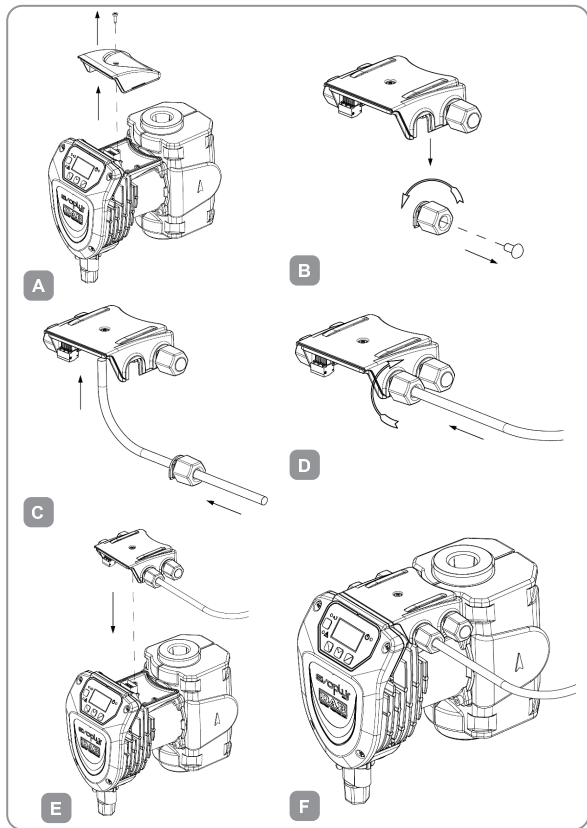

Figura 1
Pentru a instala modulul de expansiune urmați instrucțiunile de la Figura 1 *Procedura de instalare a modulilor de expansiune*:
- Îndepărtați acoperirea standard de pe EVOPLUS SMALL. Figura 1: [A]
- Utilizați una sau mai multe cleme de cabluri pentru a efectua conexiuni electrice la modulul de expansiune. Figura 1: (B) – (C) – (D)
- Pozitionați modulul de expansiune în locul acoperirii standard și închideți din nou. Figura 1: (E) – (F)